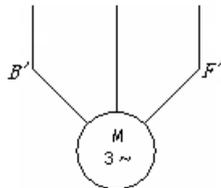

图 11-64 插入电动机
(5) 修剪图形。单击“修改”工具栏中的“修剪”按钮, 将图中多余的直线修剪掉，完成电动机插入操作，如图 11-64 所示。